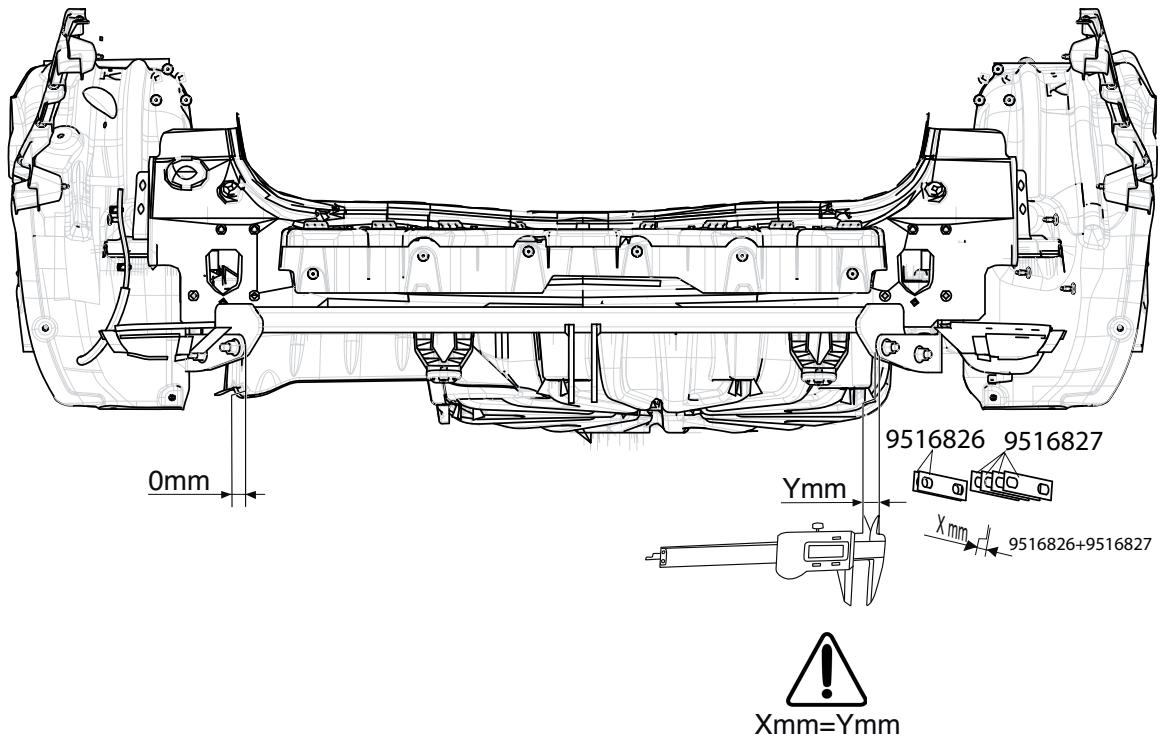

Fig. 2
8. Установить поперечный брус F между опорами В и С в точках G вместе с наполняющими пластинами, затянув крепежный материал не до конца. См. рисунок 2.